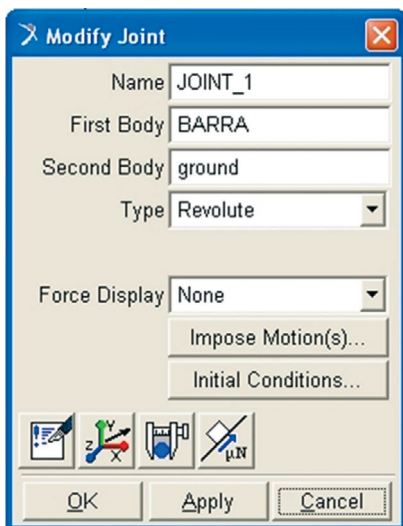

Figura 1.44 – Tela de especificação de grandezas a serem medidas em juntas.
Este tópico apresenta ao usuário como ele deve proceder para escolher as grandezas a serem medidas em juntas. Sobre a junta, clique com o botão direito do mouse, selecione o elemento *Joint: JOINT_1* (após os dois-pontos, é especificado o nome do elemento, item 1.3.5); movimente o cursor em direção à seta situada ao final da opção e escolha a opção *Measure*. A tela correspondente a essa opção é apresentada na Figura 1.44.